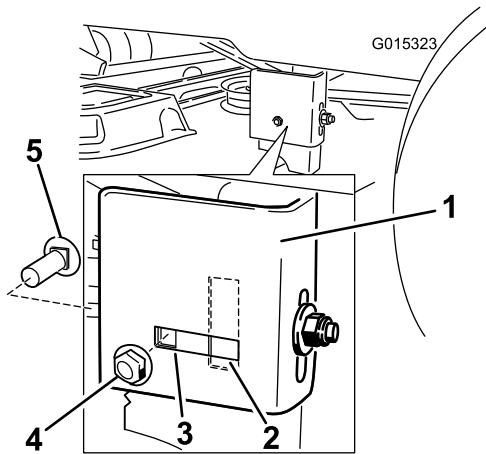

Bild 53
7. Gehen Sie zur linken Seite der Maschine. Prüfen Sie, ob die seitliche Schlossschraube in der arretierten oder geschlitzten Stellung ist (Bild 53).
8. Wenn die seitliche Schlossschraube in der arretierten Stellung ist, entfernen Sie die seitliche Schlossschraube und seitliche Arretiermutter von der arretierten Stellung und setzen sie in die geschlitzte Einstellung ein (Bild 53).